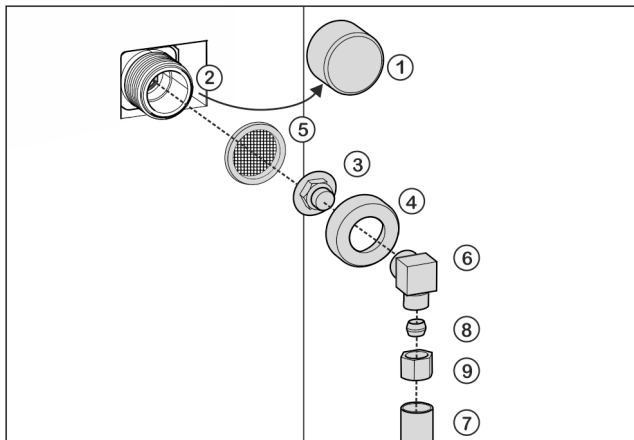

Fig. 58
- Kappe Fig. 58 (1) vom Magnetventil Fig. 58 (2) abziehen.
- Verbindungsstück Fig. 58 (3) in die Überwurfmutter Fig. 58 (4) einsetzen.
- Sieb Fig. 58 (5) mit der Vertiefung nach unten in Richtung Verbindungsstück Fig. 58 (3) einsetzen.
- Überwurfmutter Fig. 58 (4) mit der Hand auf das Gewinde des Magnetventils Fig. 58 (2) schrauben, bis ein sicherer und fester Sitz erreicht ist.
- Winkelstück Fig. 58 (6) anschrauben.
- Wasserleitung Fig. 58 (7) (z. B. 1/4"-OD-Kupferleitung) mit Hilfe von Klemmring Fig. 58 (8) und Mutter Fig. 58 (9) am Winkelstück Fig. 58 (6) anschließen.
- Wenn notwendig: Wasserleitung Fig. 58 (7) mit dem Rastbügel am Gehäuse fixieren.
- Winkelstück Fig. 58 (6) zur Seite legen.
- Wasserleitung Fig. 58 (7) (z. B. 1/4"-OD-Kupferleitung) mit Klemmring Fig. 58 (8) und Mutter Fig. 58 (9) am Verbindungsstück Fig. 58 (3) anschließen.